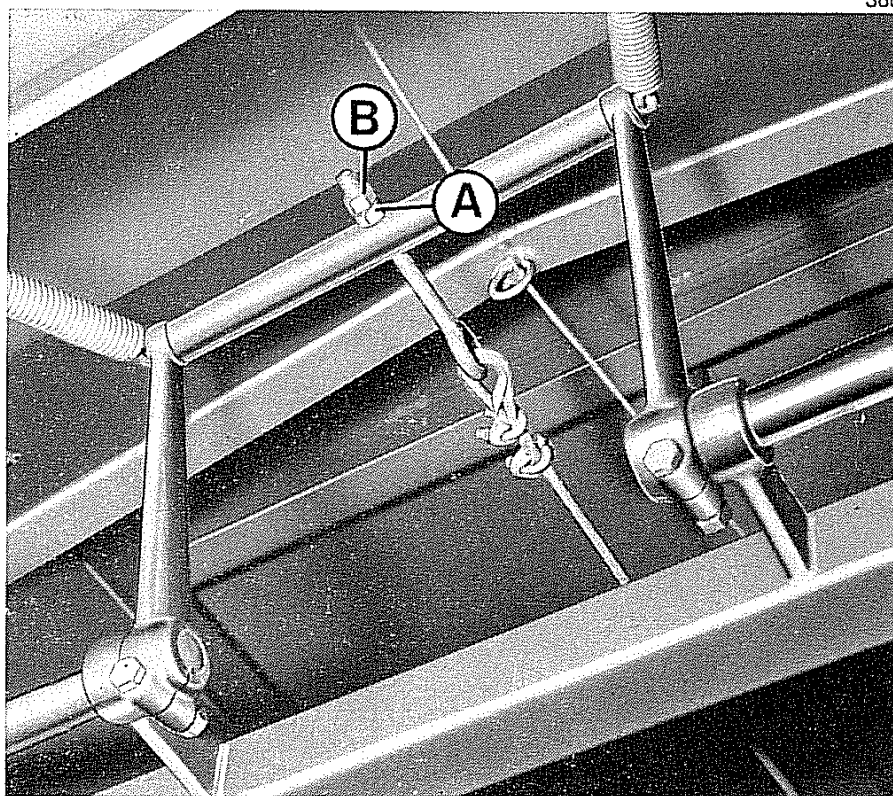

Fig. 14 - Registrazione freni
- 1) Sbloccare il dado **A** (fig. 14) svitando l'apposito controdado **B** (fig. 14).